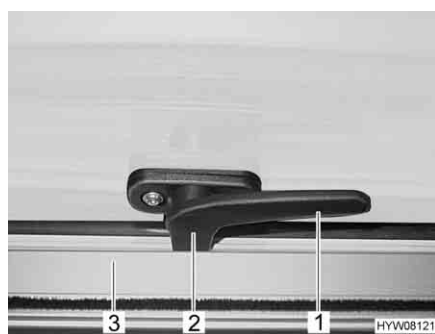

Fig. 46 Leva di serraggio in posizione "Chiuso"
- Ruotare la leva di serraggio (Fig. 46,1) di un quarto di giro verso il centro della finestra.
- Ruotare la leva di serraggio (Fig. 46,1) di un quarto di giro verso il telaio della finestra. Il nasello di chiusura (Fig. 46,2) si trova sul lato interno della chiusura della finestra (Fig. 46,3).